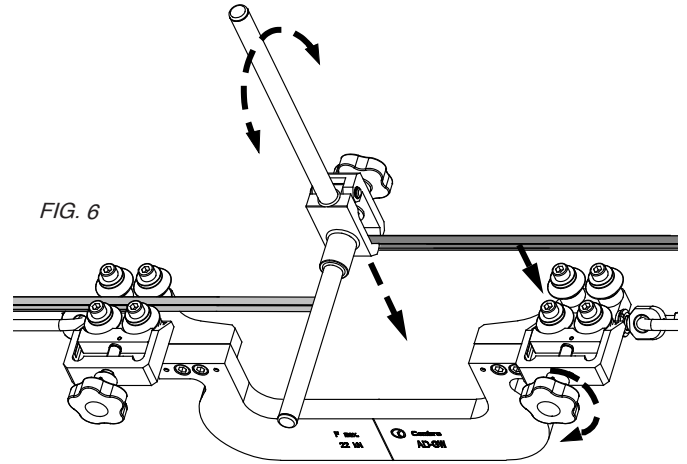
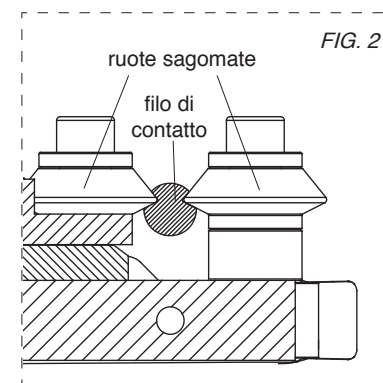

FIG. 6
FIG. 2
- 2 Das Werkzeug mit dem Karabinerhaken an den Fahrdrast-Zugklemmen befestigen (Bild 3). Die Fahrdrast-Zugklemmen auf den nicht zu entfernenden Fahrdrast positionieren. Anschliessend den Ω-förmigen Werkzeugbügel in den Fahrdrast einhängen. Dazu den Fahrdrast durch die Führungsräder für den Rillenfahrdrast führen (Bild 2).
- 2 Enganchar el dispositivo al mosquetón mediante el gancho (fig. 3). Colocar el mosquetón sobre el hilo de contacto a mantener y sucesivamente suspender el dispositivo al hilo de contacto apretando la palomilla (lado del mosquetón) a fin de que las ruedas ranuradas se acoplen con las ranuras del hilo de contacto (fig. 2).
5 Ayudarse con el fijador manual HC-GW para alinear las ranuras del hilo nuevo a las ruedas ranuradas (fig. 2), apretar la palomilla del dispositivo (lado del dispositivo de tracción) (fig. 6).
- 2** Agganciare il dispositivo al grappafilo tramite il gancio (FIG. 3). Posizionare il grappafilo sul filo di contatto da mantenere e successivamente sospendere il dispositivo al filo di contatto serrando il volantino (lato grappafilo), affinché le ruote sagomate entrino nelle gole del filo di contatto (FIG. 2).
- 5 Servirsi del morsetto manovratore HC-GW per allineare le gole del filo nuovo al profilo delle ruote sagomate (FIG. 2), quindi serrare il volantino del dispositivo (lato alzatira) (FIG. 6).